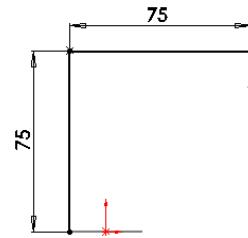

图 3-58 绘制的草图
**08** 绘制草图。在菜单栏中选择“工具”→“草图绘制实体”→“直线”命令，或者单击“草图”工具栏中的“直线”图标按钮 ，绘制如图 3-58 所示的直线，并标注尺寸。